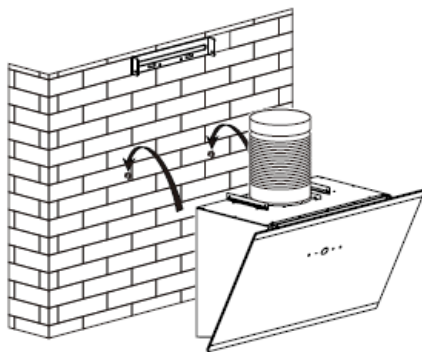

Bild 4
4. Hängen Sie die Dunstabzugshaube in der festen Position an die Wand, stellen Sie die Position der Dunstabzugshaube ein und befestigen Sie die Dunstabzugshaube mit 2 Stück ST4*30mm Sicherheitsschrauben. Hinweis: Die beiden Sicherheitsöffnungen befinden sich auf der Rückseite des Gehäuses und haben einen Durchmesser von 6 mm. Siehe Bild 4&6.